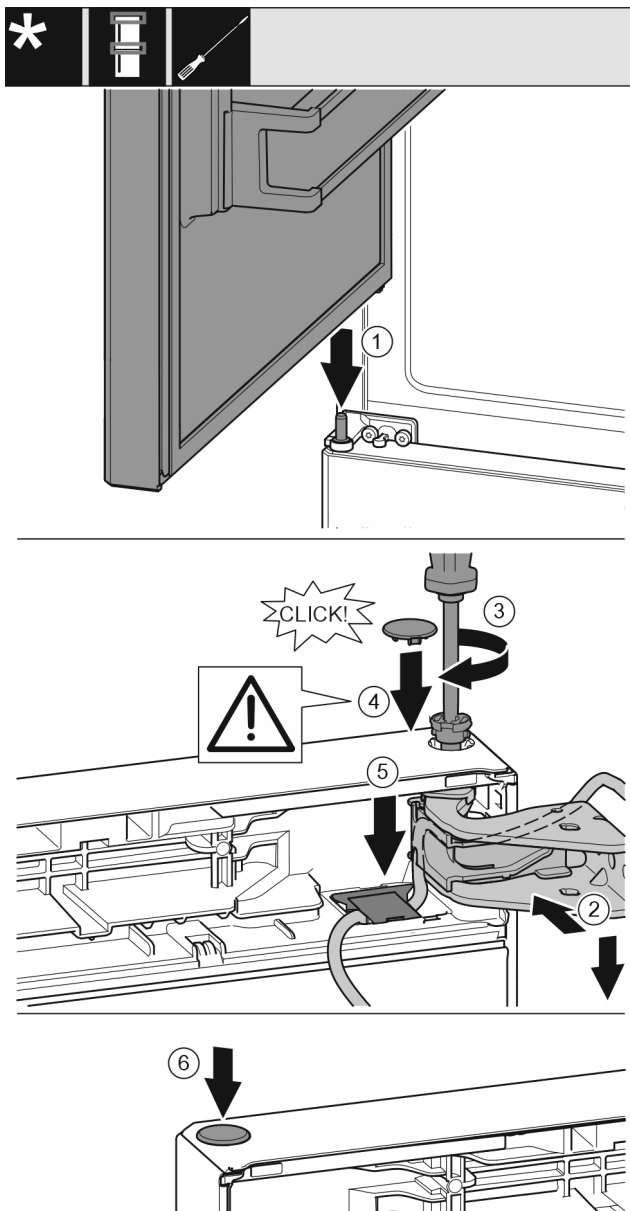

Fig. 42
- ▶ Vrchné dvere nasadíte na stredný ložiskový čap Fig. 42 (1)
- ▶ Dvere hore vyrovnajte s otvorom v ložiskovej konzole. Fig. 42 (2)
- ▶ Vložte čap a pevne ho priskrutkujte skrutkovačom T15. Fig. 42 (3)
- ▶ Namontujte poistný kryt pre poistku dverí: nasadíte poistný kryt a skontrolujte, či prilieha ku dverám. Inak čap vložte úplne. Fig. 42 (4)
- ▶ Stlačte kryt nadol, kým nezapadne. Fig. 42 (5)
- ▶ Nasadte zátku. Fig. 42 (6)
- ▶ Znova nasadte kryt a tlačte ho nadol, kým nezapadne. Fig. 42 (5)